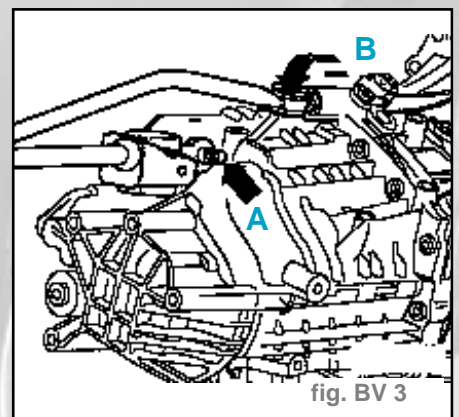

fig. BV 3
la boîte de vitesses comme suit (fig. BV 3) :
- Puis visser d'abord la tringle de changement de vitesses (flèche **-A-**) (fig. BV 3).